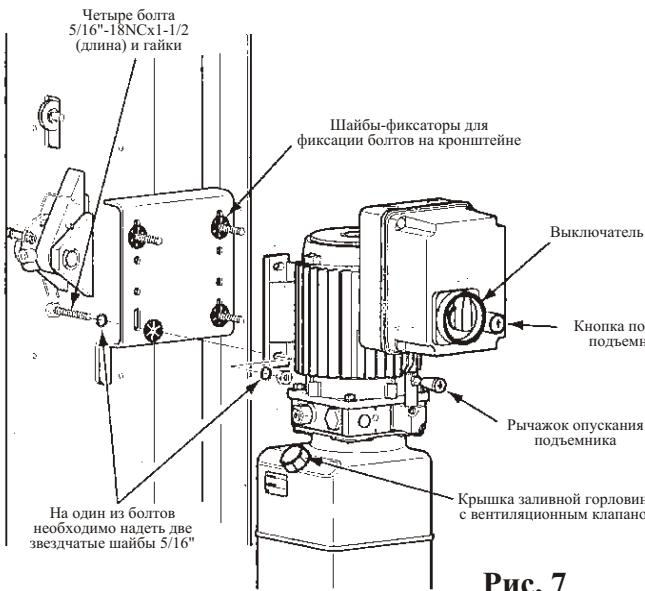

Рис. 7
9. Блок питания: сначала насадите одну звездчатую шайбу на один из четырех болтов 5/16"-18NC x 1-1/2" (длина). Это очень важно для обеспечения надежного заземления. Установите четыре болта 5/16"-18NC x 1-1/2" (длина) в отверстия в кронштейне для блока питания и закрепите их на месте при помощи специальных шайб-фиксаторов (рис. 7).